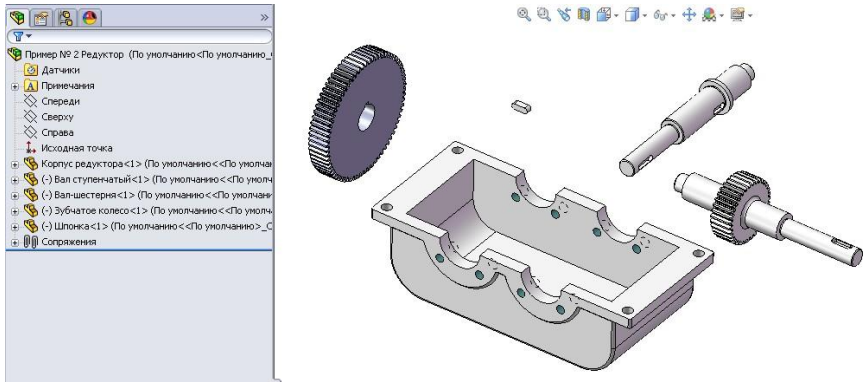

Рисунок 11.29 - Додані деталі в простір складання
11. Розмістимо в складальному просторі наступні деталі: вал східчастий, вал-шестерню, зубчасте колесо й шпонку (рис. 11.29). Для розташування цих деталей у складанні скористаємося кнопкою - **«Вставить компоненты»** панелі інструментів **«Сборка»**.